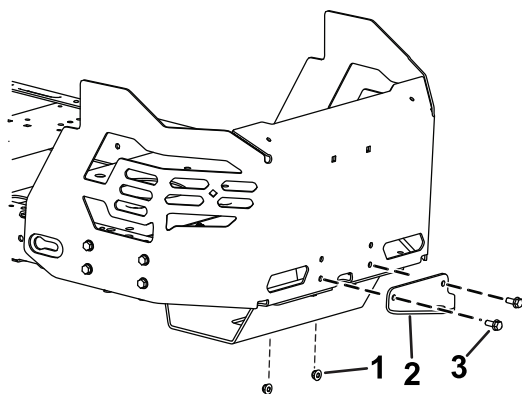

Figure 1
1. Retirez les 2 boulons, les 2 écrous et le support d'attelage existants au bas de la protection du moteur (**Figure 1**).